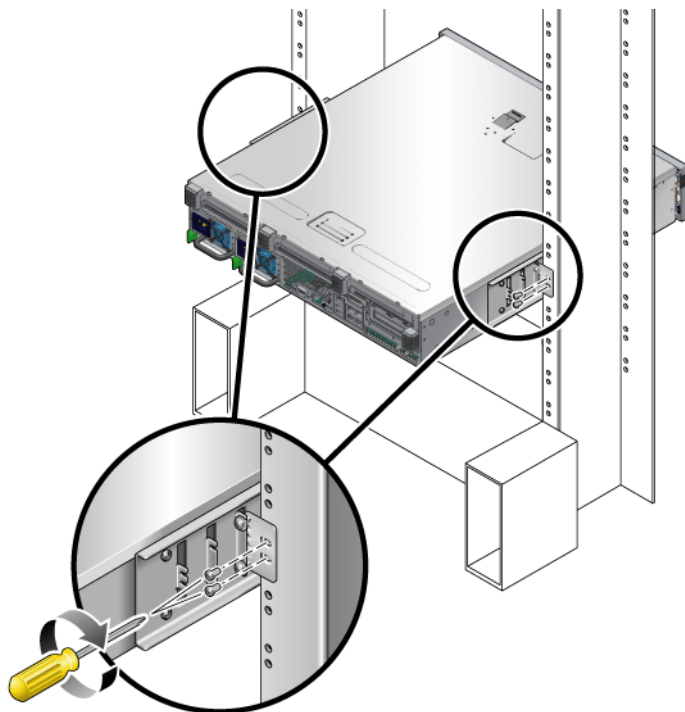

図 4-13 ラックへの背面プレートの固定
- d. ねじを 2 本使用して、背面プレートのもう一方の側をポストの背面に固定します (図 4-13)。